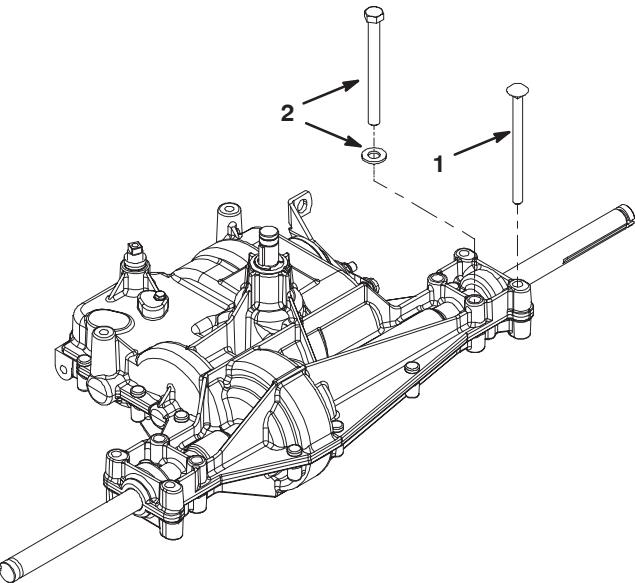

Bild 2
4. Setzen Sie (2) 5/16 x 4–1/2 Zoll Schlossschrauben statt der alten Schrauben ein (Bild 2).
5. Setzen Sie eine 3/8 x 4 Zoll Kopfschraube und eine 0,406 x 0,813 Scheibe in das hintere leere Befestigungsloch an jedem Ende der Hinterachse ein (Bild 2).